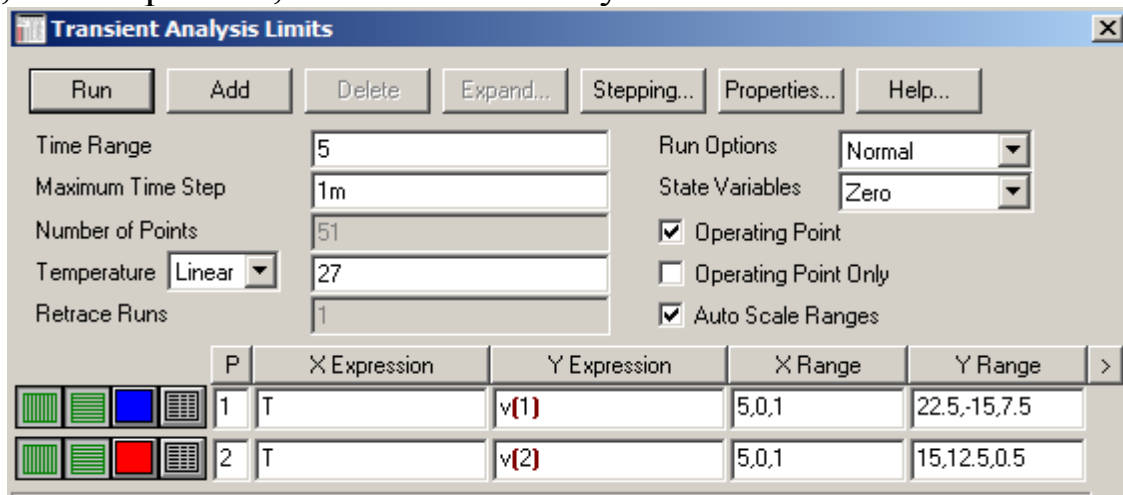

Рисунок 12. Время анализа увеличено
6. Определите величины пульсаций, для чего увеличьте время анализа, например, как на рис. 12, нажмите клавишу «Run».